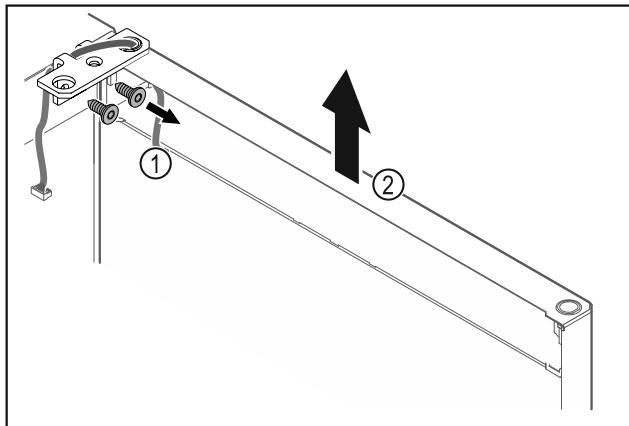

Fig. 12
- Desatornillar la escuadra de bisagra Fig. 12 (1).
- Levantar la puerta junto con la escuadra de bisagra Fig. 12 (2) aproximadamente 200 mm recta hacia arriba y retirar.